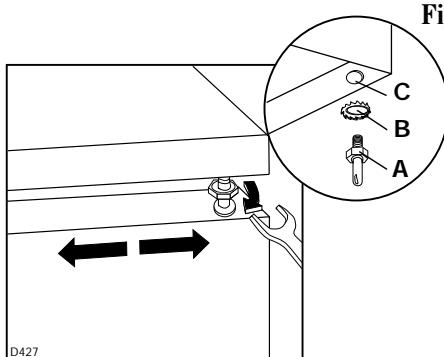

Fig. 4
Dégagez la porte du pivot supérieur (A-Fig. 4).
Enlevez le pivot et la rondelle (A+B-Fig. 4) de la charnière (C) et montez-les sur l'autre côté de l'appareil.
Pour aligner les portes vous pouvez agir sur l'écrou (A) de la charnière supérieure avec une clé de 10, et en agissant comme indiqué dans la Fig. 4.